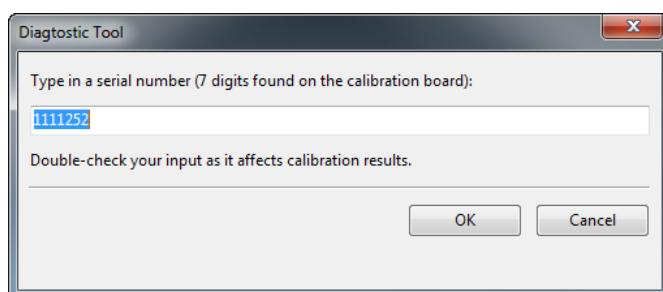
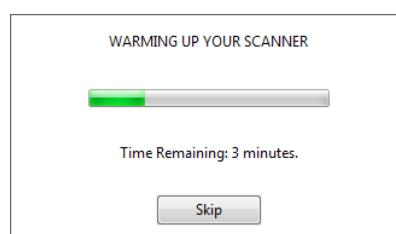

Рис. 11.9: Ввод серийного номера калибровочной доски
Рис. 11.10: Прогрев сканера
6. Нажмите *Начать калибровку*. В открывшемся диалоге (Рис. 11.9) введите номер вашего калибровочного стенд (он нанесен на доске). Если температура сканера ниже оптимальной, например, сканер только что был подключен к USB-разъему или розетке, то на экране появится сообщение (см. Рис. 11.10). Настоятельно рекомендуется не нажимать кнопку *Пропустить*, а подождать, пока Artec Spider достигнет оптимальной температуры.